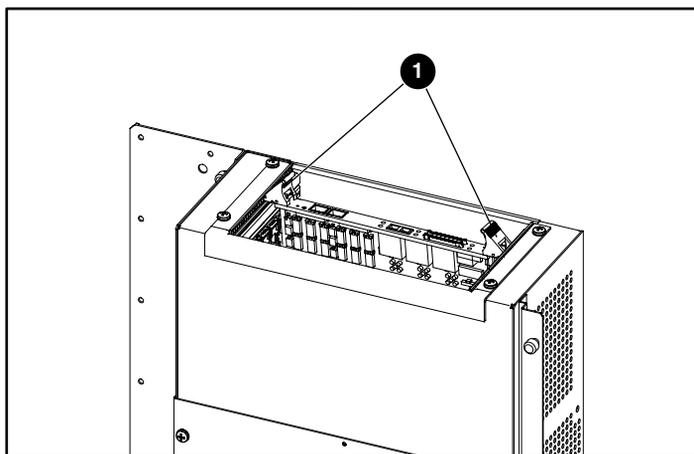

Figure 12 : Fixation du routeur de stockage réseau
7. Appuyez avec précaution sur le routeur de stockage réseau jusqu'à ce que la carte routeur soit bien en place dans le connecteur situé au bord et que les loquets d'éjection soient verrouillés (reportez-vous à la Figure 12).